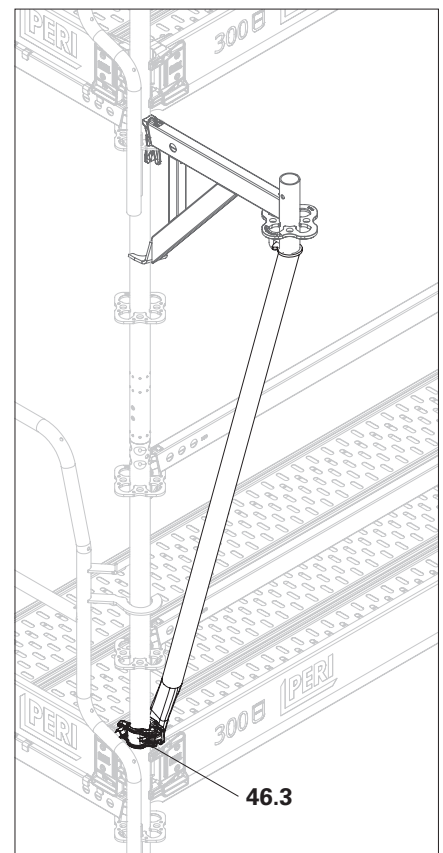

Fig. A6.12d
- Il supporto per mensola è montato. (Fig. A6.12d)